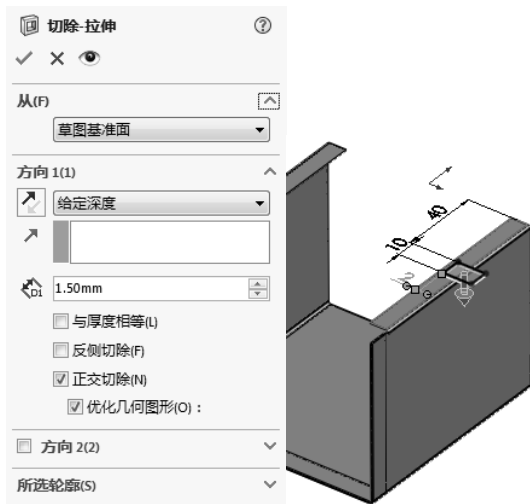

图 10-158 进行拉伸切除操作
9) 生成拉伸切除特征。单击“特征”控制面板中的 (拉伸切除) 按钮, 或选择“插入”→“切除”→“拉伸”菜单命令, 在“切除-拉伸”属性管理器“深度”文本框中输入数值“1.5”, 其他设置如图 10-158 所示。最后单击 (确定) 按钮。